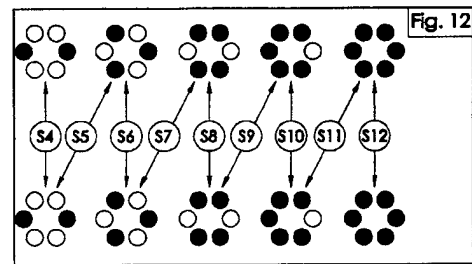

Рис. 12
В) Монтаж Колпаков (Часть № 30 вправый и 31 левый. Для моделей от AT550 до AT800 2 колпака (30) симметричны) и предварительно натянутых пружин (17), рисунок 12,13 и 14:
- Установить кольцевые прокладки (14) в специальные гнезда обоих колпаков.
- Положить колпаки на корпус (50), проверяя, что кольцевые прокладки находятся в соответствующих гнездах.
- Ввести винты колпаков (13) и частично завинтить их. Завершить завинчивание следуя обозначенной на рисунке 14 последовательности.